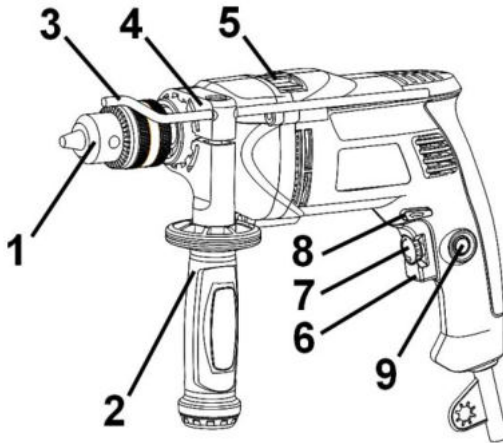

Рисунок 1
Виріб має два режими свердління: ударно-обертальний і обертальний. Перемикання режимів роботи виробу здійснюється переведенням перемикача (5) (див. рис.1) У крайні позиції до відповідного символу режиму роботи:
- ударно-обертальний режим - перемикач (5) повинен бути переведеним до упору у бік
4.2 Виберіть необхідний режим роботи виробу за допомогою перемикача (5) (див. рисунок 1). Перемикач режимів роботи виробу здійснюється переведенням перемикача (5) (див. рис.1) з одного крайнього положення в інше в бік відповідного символу режиму роботи:
- ударно-обертальний режим - перемикач (5) повинен бути переведеним до упору у бік символу **T**;
- обертальний режим - перемикач (5) повинен бути переведеним до упору у бік символу **2**.